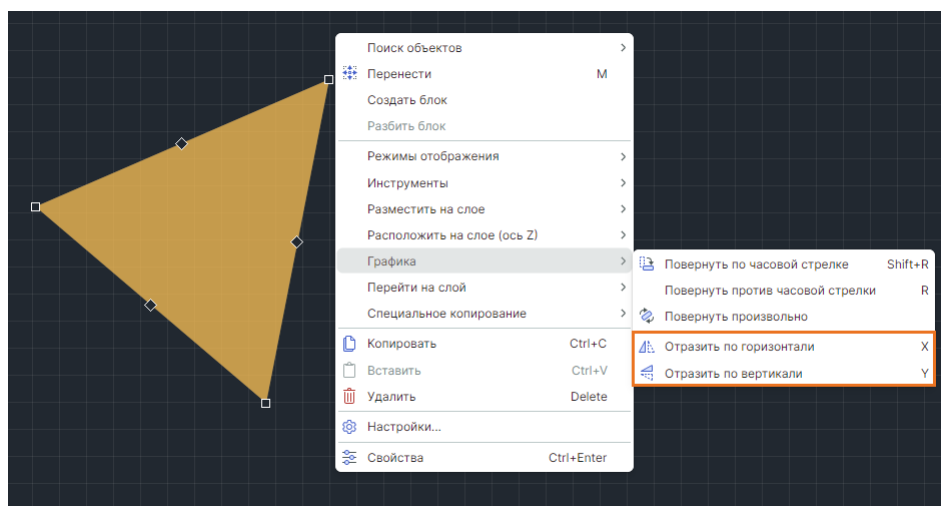

Рис. 286 Вызов функции зеркального отражения
2. Вызовите инструмент, выберите пункт «Отобразить горизонтально/вертикально» в контекстном меню или воспользуйтесь горячими клавишами («X»/«Y»), см. Рис. 286.